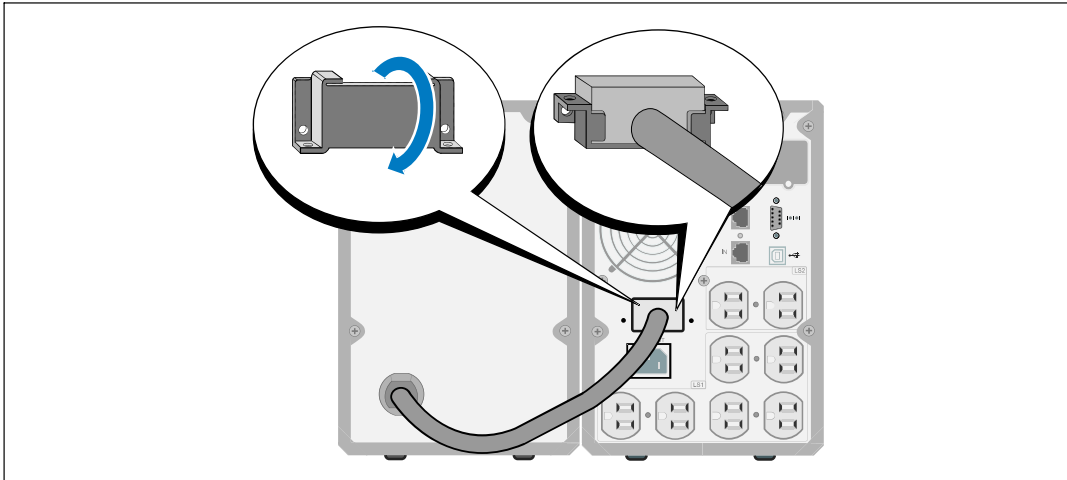

Abbildung 14. Montage der Batterieanschlussabdeckung
- 2 Installieren Sie die Batterieanschlussabdeckung zum Zwecke der Zugentlastung EBM (siehe Abbildung 14) unter dem EBM-Kabel.